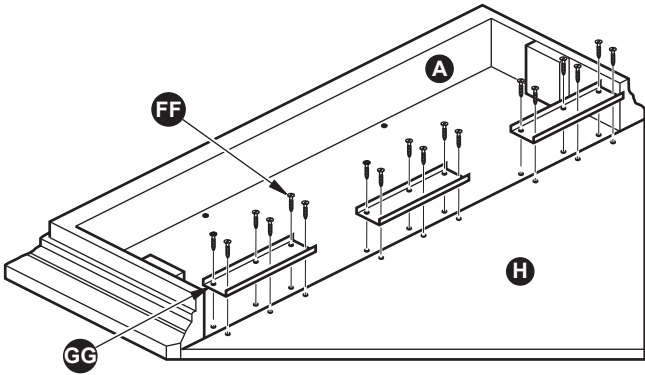

Figura 36
8. Gire el parte superior chimenea (A) más. Usando el 3 suministrado Conector Soportes (GG), ajuste la Repisa superior (A) al panel superior del triángulo (H) con 18) ST4 Tornillo de 5/8" (FF), como se muestra en la Figura 36.